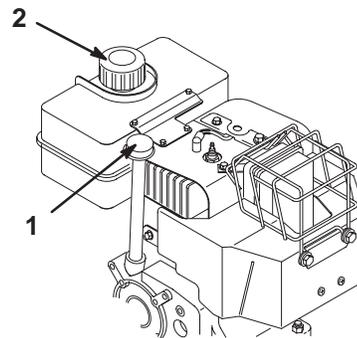

Bild 13
2. Reinigen Sie den Bereich um den Peilstab (Bild 13).
3. Entfernen Sie den Peilstab, indem Sie den Deckel entgegen dem Uhrzeigersinn drehen und herausziehen (Bild 13).
1. Reinigen Sie den Bereich um den Tankdeckel (Bild 13).